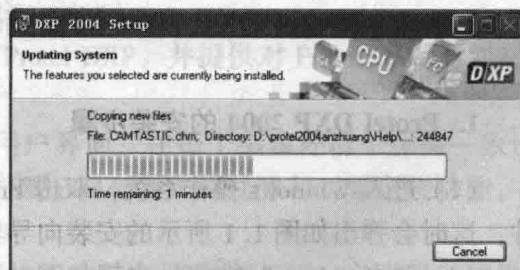

图 1.6 开始安装软件并显示安装进度
(6) 单击“Next”按钮，系统开始安装软件，同时显示 Protel DXP 2004 的安装进度，如图 1.6 所示。